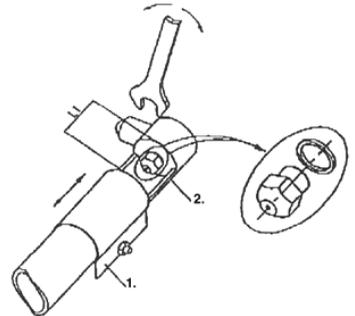

Abb. 5
- Öffnen Sie die Luftzufuhr so weit wie möglich durch verschieben des Einstellrings (Abb. 5 Pos. 1).
- Schrauben Sie die Einspritzdüse (Abb. 5, Pos. 2) mit einem 10-er Schlüssel heraus.
Wachflamme (Abb. 5)